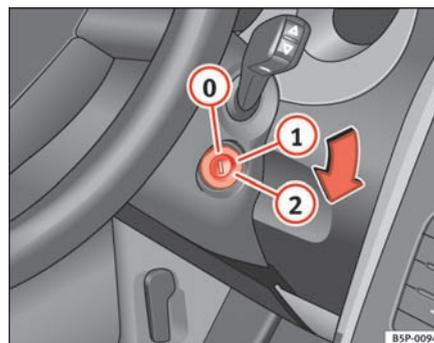

Fig. 116 Posiciones de la llave de contacto
En esta posición ⇒ fig. 116 el encendido y el motor están desconectados pudiéndose bloquear la dirección.
- Gire la llave de contacto hasta la posición ⇒ página 162, fig. 116 ①. El testigo  se encenderá en caso de precalentamiento del motor.
- En cuanto se apague el testigo, gire la llave de encendido a la posición ② para poner en marcha el motor y no pise el acelerador.
- Gire la llave de contacto a la posición ⇒ página 162, fig. 116 .